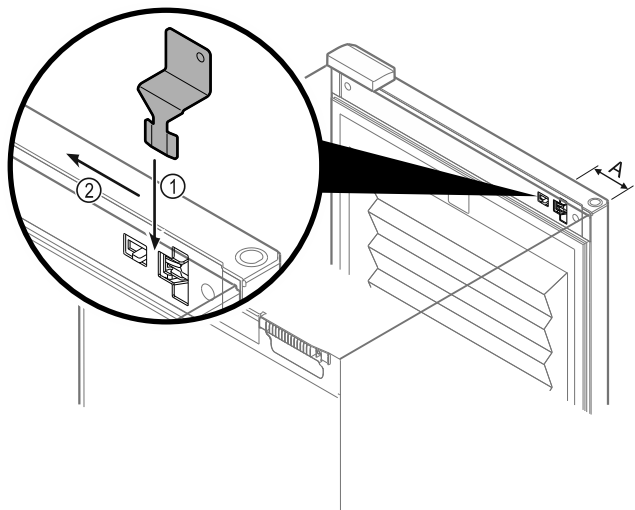

Fig. 146
- Placera nödupplåsningssnyckeln på det avsedda stället Fig. 146 (A) ≈ 100 mm.
- Stick in nödupplåsningssnyckeln ovanifrån mellan dörren och skåpet tills det tar stopp Fig. 146 (1).
- Dra nödupplåsningssnyckeln mot gångjärnssidan Fig. 146 (2).